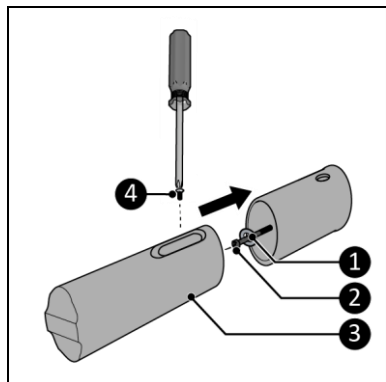

Figura 9
7. Înșurubați cele patru suporturi exterioare de perete cu șuruburi autofiletante (Figura 9, poz. 2) și inele de distanțare (Figura 9, poz. 1) în cele patru dibluri.
9. Atașați cele patru suporturi de perete interioare (Figura 9, poz. 3) la suporturile de perete exterioare cu ajutorul unor șuruburi mici (Figura 9, poz. 4), folosind o șurubelniță Phillips.